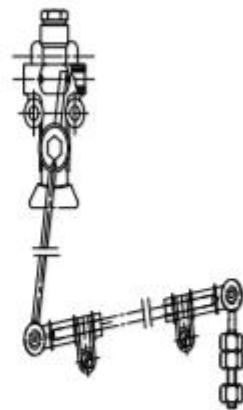
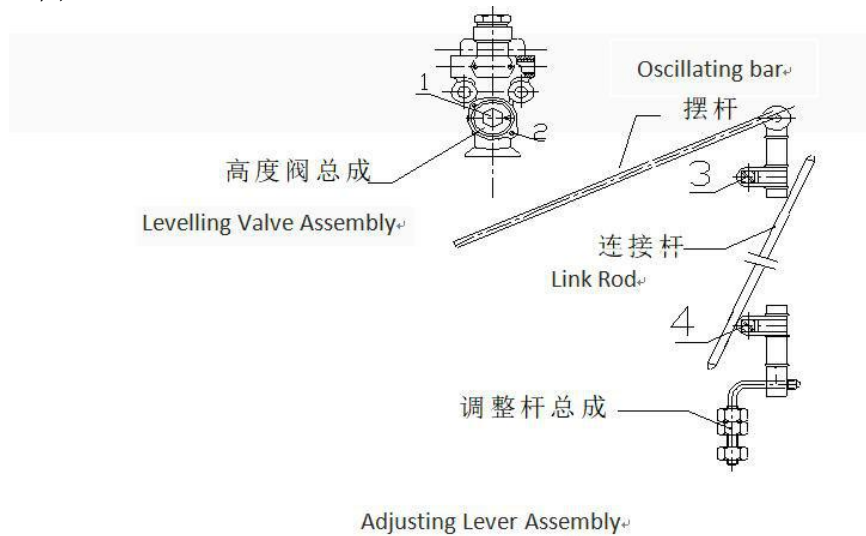

图 28 高度阀调整杆翻臂
图 29 高度阀杆件结构 Figure 29 Levelling Valve Structure.
6.2.7 行驶中如遇到一侧后悬前后两气囊同时没气或前悬两气囊同时没气时,请检查高度阀调整杆是否翻臂(图 28),摆杆是否与高度阀驱动轴脱开(图 29),连接杆 3、4 橡胶接头脱开,调整杆总成调整螺母脱落与 C 型梁脱开。(注意:前悬一般装有一个高度阀,公路客车一般装在前桥的中间。公交客车一般装在前悬右侧的大梁上。后悬一般装有两个高度阀,每一侧各一个,通常装在轮的后方大梁上,调整杆总成装在 C 型梁的中间或 C 型梁的两端。)
松开螺栓（1）将高度阀横向摆杆从高度阀驱动轴上卸下来，将高度阀驱动轴上（2）有一个锁孔与 阀体孔对齐，用一个四毫米的圆棒插入.即高度阀关闭。（图 29）
- C) 调整杆总成螺母是否松动脱落。（图 29 高度阀杆件结构）